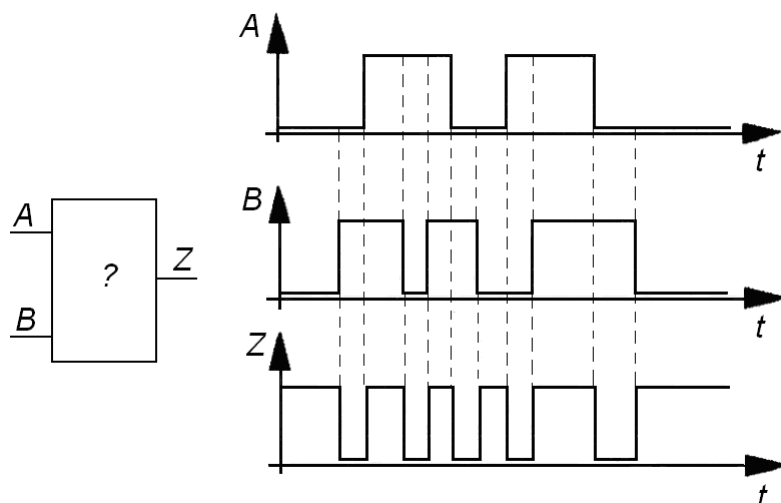

Рис. 6. Временные диаграммы входов и выхода.
38. На рис. 6 представлены входные сигналы A и B и выходной сигнал Z неизвестного элемента. Какую логическую операцию производит этот элемент?